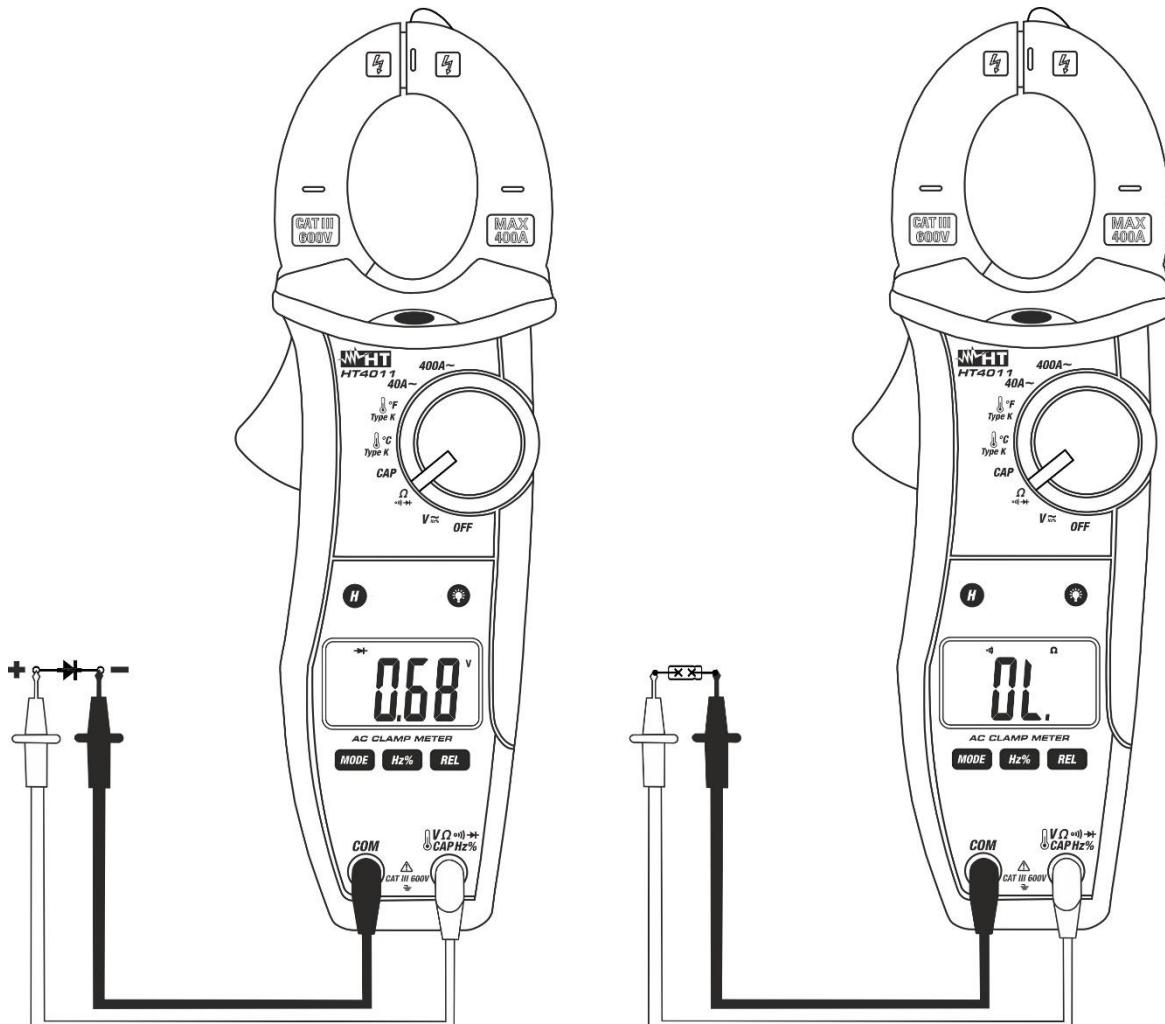

Fig. 7: Uso da pinça para Teste de Continuidade e Teste de díodos
3. Inserir o cabo vermelho no terminal de entrada $V\Omega$ \rightarrow **CAPHz%** e o cabo preto no terminal de entrada **COM** e efectuar o teste de continuidade no objecto em exame (consultar o Fig. 7 – parte direita). O sinalizador sonoro emite um sinal acústico quando o valor da resistência medida é inferior a cerca de 150Ω .
5. Conectar a ponteira vermelha ao ânodo do díodo e a ponteira preta ao cátodo no caso de medição de polarização directa (consultar a Fig. 7 – parte esquerda). Inverter a posição das ponteiras no caso de medição de polarização inversa.